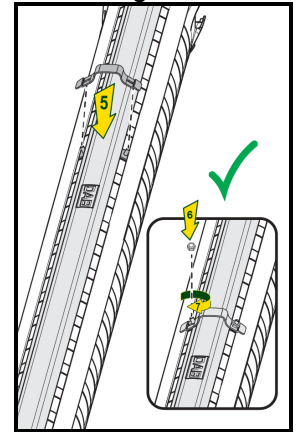

Fig.3
4. Fissare la staffa di chiusura (Fig3).
5. Avvitare i dadi autobloccanti (Fig3).